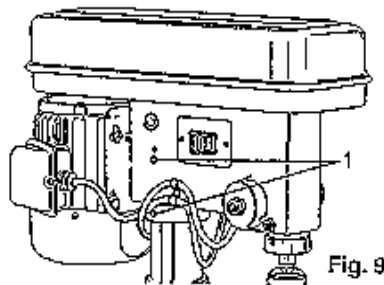

Abb. 9
2. Die Säule paßt in das Montageloch der Bohrmaschine. Vergewissern Sie sich, dass das Montageloch ordnungsgemäß auf der Säule sitzt. Fluchten Sie den Bohrmaschinenkopf mit dem Tisch und der Bodenplatte aus und ziehen Sie die zwei Stellschrauben unter Verwendung eines Sechskantschlüssels an. (Abb. 9)